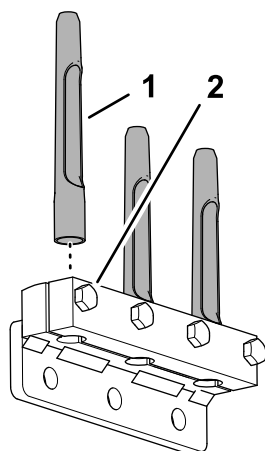

図 41
2. タインホルダーとタインクランプにタインを取り付ける 図 41。